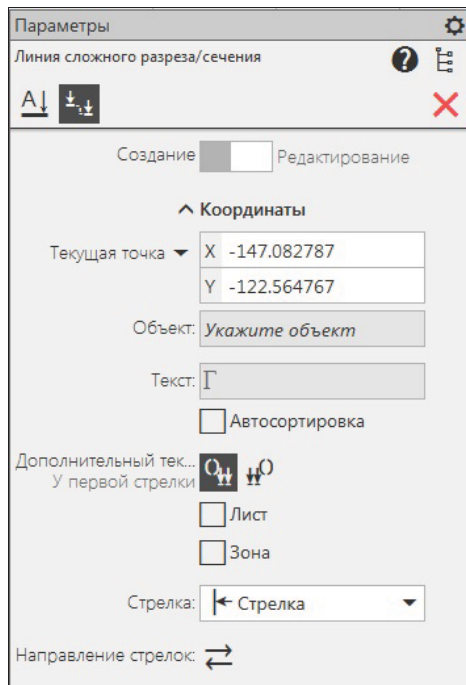

Рис. 15.3. Панель Параметры:
- ◆ В группе команд **Обозначение** щелкните ЛК мыши по кнопке **Линия разреза/сечения**. На панели **Параметры: Линия разреза/сечения** (рис. 15.3) в **Заголовке** имеется еще одна кнопка: **Линия сложного разреза/сечения**, а ниже параметры для ввода: